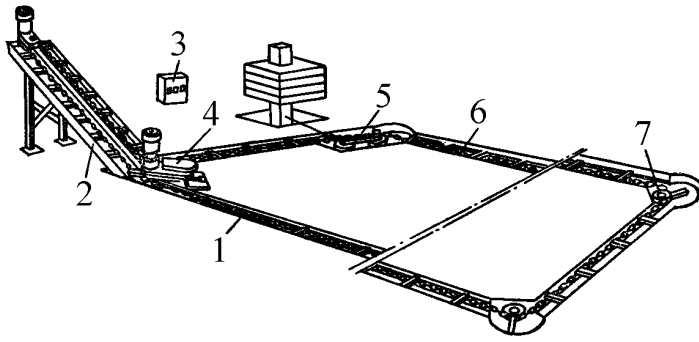

Рис. 67. Транспортёр скребковый навозоуборочный ТСН-160:
**Транспортер скребковый ТСН-160Б** (рис. 67) состоит из горизонтального транспортера 1, наклонного транспортера 2 и шкафа управления 3. Горизонтальный транспортер имеет привод 4, натяжное устройство 5, цепь со скребками 6 и поворотные устройства 7.